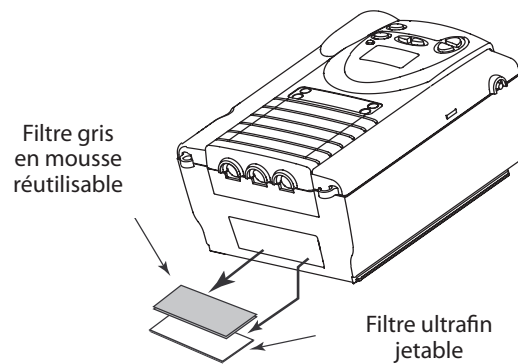

Figure 8–2 Retrait des filtres
3. Enlevez les filtres en tirant doucement sur les bords. Le filtre supérieur est le filtre en mousse gris réutilisable. Le filtre inférieur est le filtre ultra-fin blanc jetable en option (Figure 8–2).